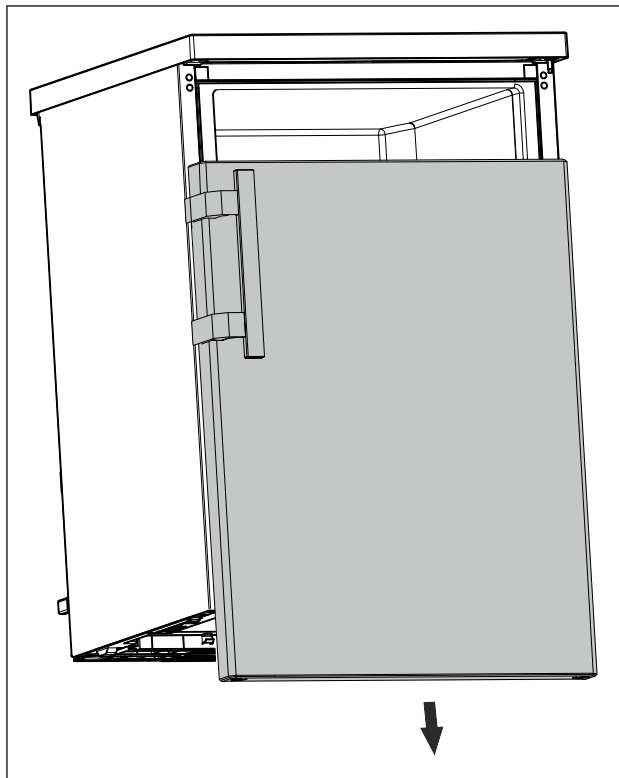

Fig. 8
- ▶ Stiahnite dvere nadol. (pozri Fig. 8)